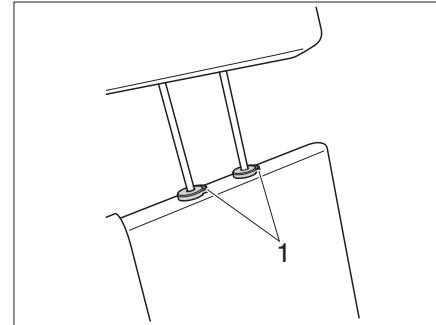

Fig. 22 Reposacabezas banco (Variante 2)
- Pulsar los dos botones de seguridad (Fig. 22,1) y ajustar o desmontar el reposacabezas.